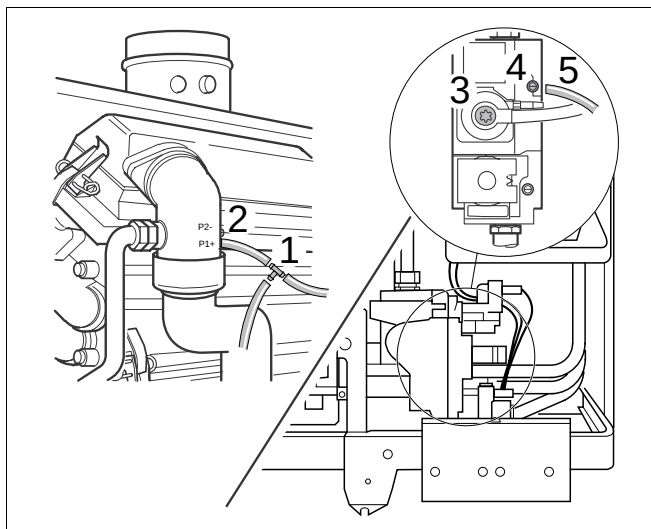
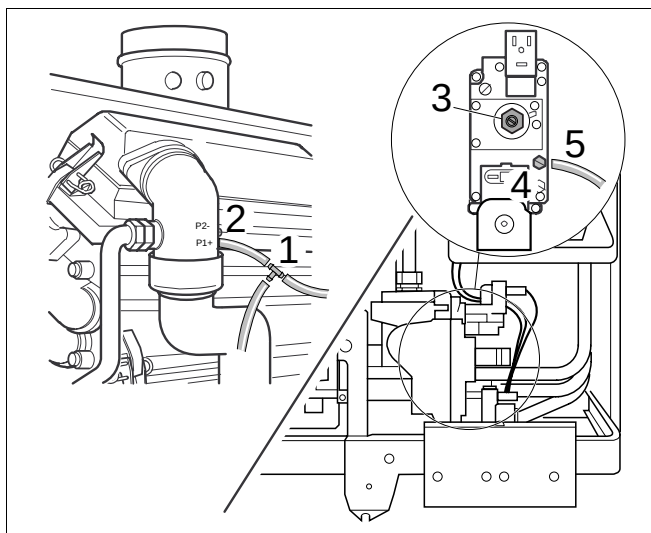

Fig. 27 Contrôler et régler le rapport gaz-air (bloc HONEYWELL)
Fig. 28 Contrôler et régler le rapport gaz-air (bloc SIT)
- Retirer le flexible sur la buse de gaz/air (fig. 27, pos. 2 ou fig. 28, pos. 2) et intercaler le flexible avec le Té (fig. 27, pos. 1 ou fig. 28, pos. 1).
- Deserrer de deux tours la vis de fermeture sur le mamelon d'essai pour la pression du brûleur (fig. 27, pos. 4) pour le bloc HONEYWELL; pour le bloc SIT, il faut le dévisser complètement (fig. 28, pos. 4).
- Relier le côté "plus" du manomètre à la prise de mesure de la pression du brûleur à l'aide d'un tuyau flexible (fig. 27, pos. 5 ou fig. 28, pos. 5).
- En cas d'écart, corriger le réglage du rapport gaz/air sur la vis de réglage (fig. 27, pos. 3 ou fig. 28, pos. 3).
- Mesurer et noter la proportion de CO₂. La proportion de CO₂ avec une charge partielle doit être inférieure à 0,7 % par rapport à la proportion à pleine charge. Si la valeur mesurée est supérieure, il faut régler, pour une charge partielle, le rapport gaz-air sur la vis de réglage du bloc à gaz (fig. 27, pos. 3 ou fig. 28, pos. 3).